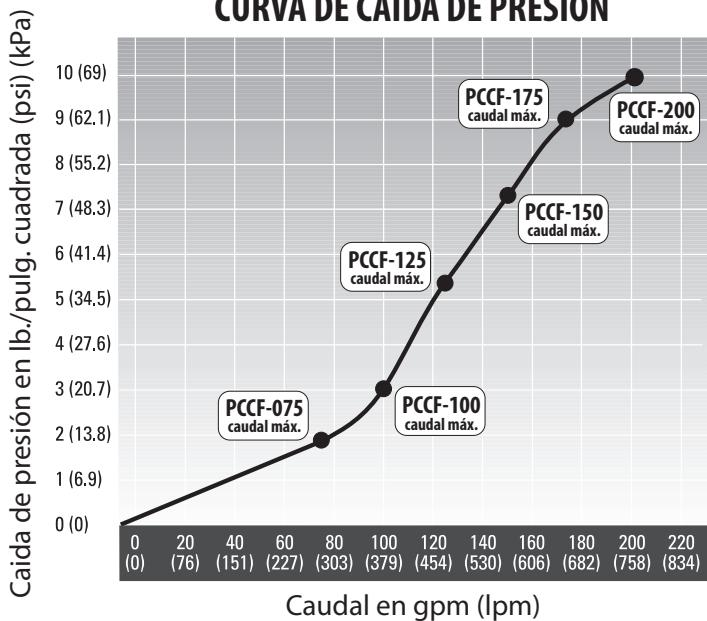

Figura 1 - Dimensiones del filtro en pulgadas (mm)
- Proporcionar suficiente espacio e iluminación para permitir un acceso fácil para realizar trabajos de mantenimiento de rutina (consulte la Figura 1 para obtener los requisitos de espacio).